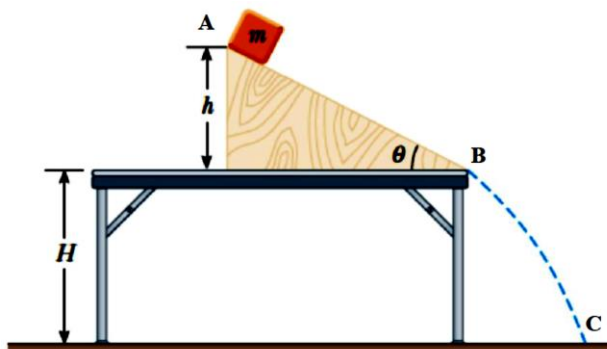
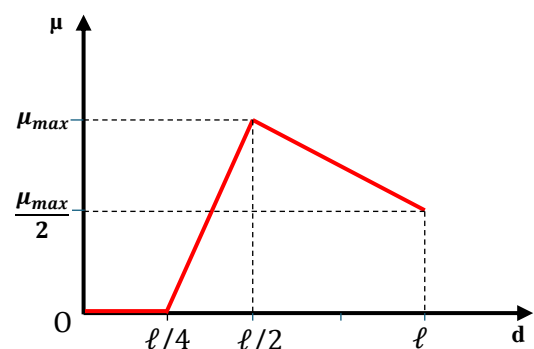

Figura 3
Figura 4
C) (3,8 p) Al treilea sistem este format dintr-un un plan înclinat de înălțime $h = 0,5$ m, lungime $AB = \ell$ și unghi $\theta = 30^\circ$. Planul este plasat pe o masă de înălțime $H = 1$ m față de sol (figura 3). Un corp cu masa $m = 200$ g, lăsat liber pe planul înclinat, ajunge la baza planului înclinat (B), după care își continuă mișcarea prin aer și ajunge la nivelul solului. Viteza corpului în momentul imediat anterior impactului cu solul are valoarea $v = 5$ m/s. Coeficientul de frecare la alunecare dintre corp și planul înclinat depinde de distanța parcursă de corp pe plan, conform graficului din figura 4. Se consideră accelerația gravitațională $g = 10$ m/s², iar frecarea cu aerul este neglijabilă.